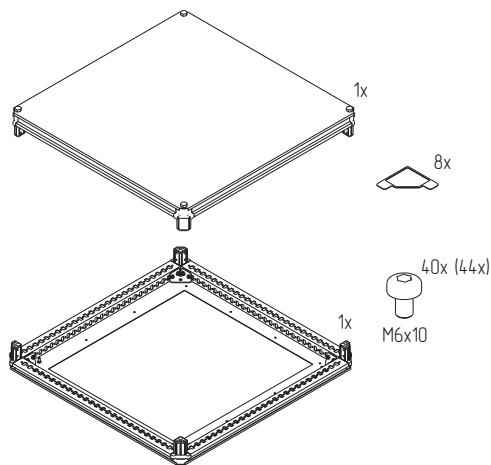

Рисунок 1 – Крыша и основание
4.1.3 Проверить комплектность крыши и основания (рисунок 1).